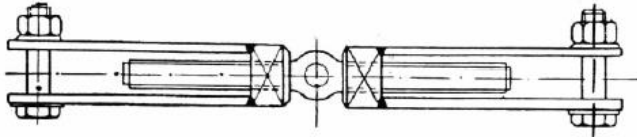

Fig 22
- Transmisii deschise cu o singura tija si filet dreapta – stânga (fig 22).